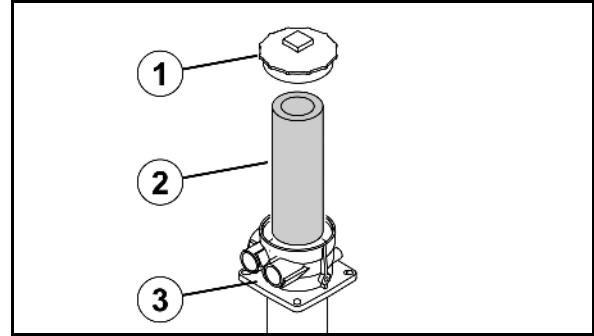

Fig. 162
1. Retirer le couvercle (Fig. 162/1) du boîtier (Fig. 162/3).
2. Remplacer le filtre retour (Fig. 162/2).